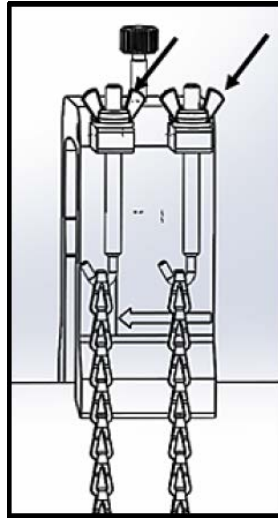

图 40: 固定轭架
7. 拧紧螺母以将轭架固定到管子上 (请参见下面的 图 40)。